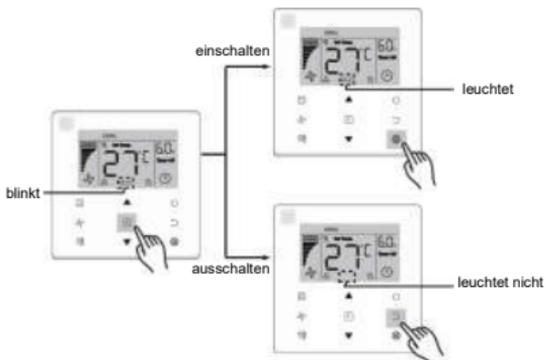

Abb. 6.13
- **Energiesparfunktion** ein-/ausschalten: Schalten Sie mit der Taste **F** (Funktion) auf die Funktion **Energieeinsparung** (ECO blinkt) um, drücken Sie dann die Taste **C** (Bestätigen), um die Funktion einzuschalten, oder die Taste **S** (Stornieren), um die Funktion auszuschalten (siehe Abb. 6.13).